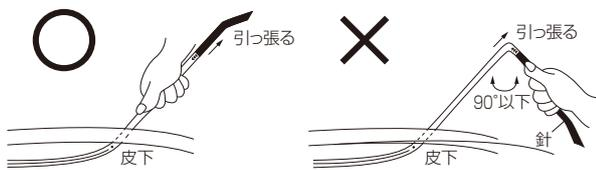

図7
- 針とウインドドレナージチューブを鋭角(90°以下)に曲げたまま引っ張らないこと。針の根元でチューブが破断する可能性がある。できるだけチューブ全体を把持して引き出すこと。(図7)